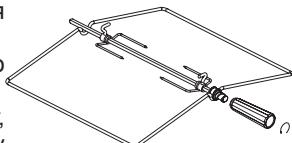
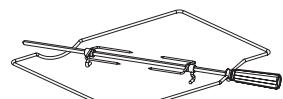

рис. 14
рис. 14.1
1.Плиты могут комплектоваться вертелом различной конструкции, со съемной рукояткой (рис.14). В зависимости от комфортности плиты могут комплектоваться вертелями другого исполнения (рис.14.1). Для вертела (рис. 14) при установке и извлечении использовать рукоятку, которая накручивается на резьбовую втулку.
Во время приготовления дверца должна быть закрыта, для вертела (рис.14, 14.1) рукоятка должна быть снята.